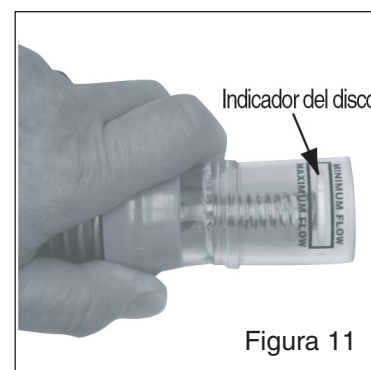

Figura 11
4. Gire la perilla de ajuste de la válvula reguladora en el sentido de las manecillas del reloj para aumentar el flujo, o en sentido contrario al de las manecillas del reloj para disminuir el flujo, hasta que el indicador de disco del medidor de caudal quede entre el caudal “Máximo” y “Mínimo”. Véase la **Figura 11**.